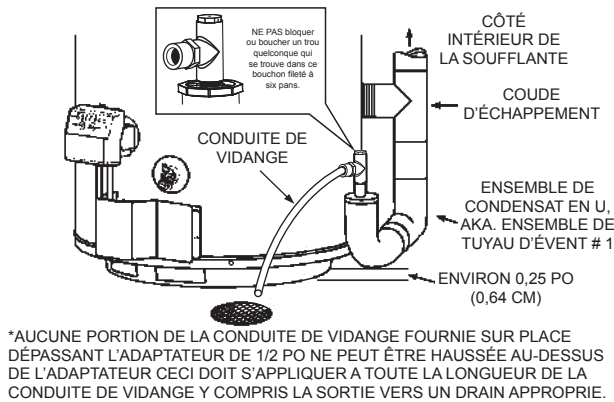
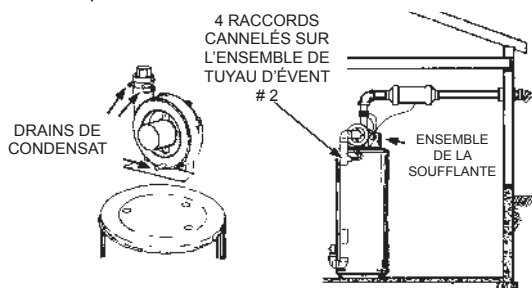

FIGURE 16.
FIGURE 17.
3. L'adaptateur de décharge de la soufflante est fait de sorte à accepter seulement des sections droites de tuyau de 2 po. Pour commencer, un minimum de 2 po (5,1 cm) d'un tuyau de 2 po doit être attaché à la décharge de la soufflante, voir Figure 17.
4. Certaines installations présenteront des condensats qui se formeront dans les parcours horizontaux du réseau de tuyaux de ventilation. Ce condensat sera acheminé à la gaine de condensat attachée à la soufflante et en dehors du raccord. Le chauffe-eau est expédié avec un tuyau de condensat qui s'attache au raccord sur la gaine de condensat. Aucun autre raccord en T ou autre raccord de tuyauterie n'est requis. Voir Figure 17, 20 et 21.
Ce chauffe-eau est un appareil à condensation et nécessite une vidange installée à proximité immédiate et ce, pour permettre au condensat de se vidanger en toute sécurité. Un tuyau du boîtier de la soufflante, deux tuyaux flexibles de l'adaptateur de sortie de la soufflante, ainsi qu'un autre tuyau flexible de l'EAE si installé, vont jusqu'aux raccords cannelés de l'ensemble de tuyau #2. Le tuyau est fixé par des broches en caoutchouc et les tuyaux flexibles par une bride de serrage sur le couvercle supérieur de l'enveloppe. Voir Figure 17. Le Condensat se vide de l'appareil au niveau du raccord en T d'évacuation situé au fond de l'appareil (voir Figure 16). Le condensat qui s'écoule de ce chauffe-eau est légèrement acide. Prendre note que certains codes locaux exigent que le condensat soit traité à l'aide d'un filtre de neutralisation de pH avant son élimination.
REMARQUE : Il est important que les conduites de vidange fournies sur place au-delà de l'adaptateur de 1/2 po de l'ensemble de tuyau de ventilation #1 soit installé continuellement penché vers le bas en direction d'un drain approprié. Voir la Figure 16. Si ces instructions ne sont pas suivies ou si la conduite de vidange du condensat est bloquée, l'eau se déversera du bac de condensat. Ne pas bloquer les trous dans le bouchon fileté à six pans sur le dessus d'un petit raccord en T dans l'ensemble de tuyau de ventilation #1. Tout comme toute installation de chauffe-eau, un bac de vidange devrait être utilisé pour prévenir les dégâts d'eau dans les zones avoisinantes. Le cas échéant, une pompe de condensat munie d'un réservoir incorporé pourrait être utilisée pour pomper l'eau vers un drain approprié. Pour éviter le déversement de condensat, choisir une pompe avec un interrupteur de trop-plein.
Le condensat pourrait se former dans le système de ventilation attaché à ce chauffe-eau. Le tuyau de ventilation devrait être penché vers le bas loin de l'ensemble de la soufflante (pas moins que 1/8 po (3,2 mm) ni plus que 1/2 po (12,7 mm) par pied (30 cm) maximum). Si la tuyauterie de ventilation est ventilée à niveau ou penchée vers le haut loin de l'ensemble de la soufflante, alors des moyens adéquats pour le drainage et l'élimination du condensat devront être mis en place par l'installateur. Deux tuyaux de condensat de 3/8 po devraient être connectés aux orifices de fuite intégrés de l'adaptateur de sortie de la soufflante. Si un EAE est installé, un tuyau de condensat de 3/8 po devrait être connecté au raccord cannelé qui se trouve dessus; sinon, le raccord cannelé non utilisé sur l'ensemble de tuyau de ventilation #2 devrait être raccordé avec l'un des bouchons de rupture. Voir Figure 17.
3. Le condensat s'écoule de trois endroits sur l'ensemble de la soufflante. Voir la Figure 17. Un tuyau flexible commence à partir du bas du boîtier de la soufflante; deux autres commencent à partir des orifices du connecteur en caoutchouc au niveau de la sortie de la soufflante. Ces trois tuyaux de condensat sont connectés aux raccords cannelés sur l'ensemble de tuyau de ventilation #2. Le tuyau du bas du boîtier de la soufflante est fixé par deux brides de serrage et les deux tuyaux du connecteur en caoutchouc sont attelés par une autre bride. S'assurer qu'aucun tuyau n'est plié ou tordu.